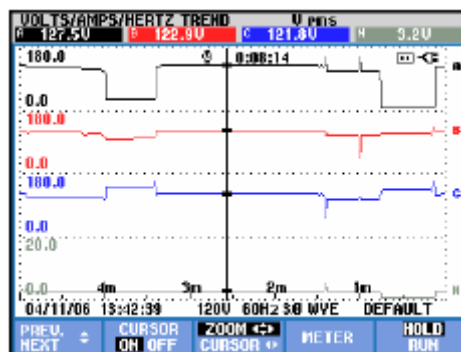

Figura 19-6. Ecran tendință, cursor și zoom activ
- Apăsați F3 pentru a atribui tastele săgeți pentru funcția zoom, așa cum este indicat în figura 19-6. Săgețile stânga / dreapta pot fi folosite pentru a mări sau micșora graficul tendință pe orizontală. Săgețile sus / jos pot fi folosite pentru a face același lucru pe verticală. Dacă este activ cursorul, zoom-ul orizontal va funcționa simetric față de cursor. Când este inactiv, zoom-ul funcționează din partea dreaptă a ecranului. Zoom-ul vertical funcționează simetric față de centrul ecranului.